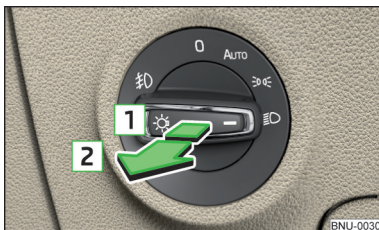

Abb. 66
- ✓ Der Lichtschalter befindet sich in der Stellung **AUTO**, **☞** oder **☞** » **Abb. 66**.